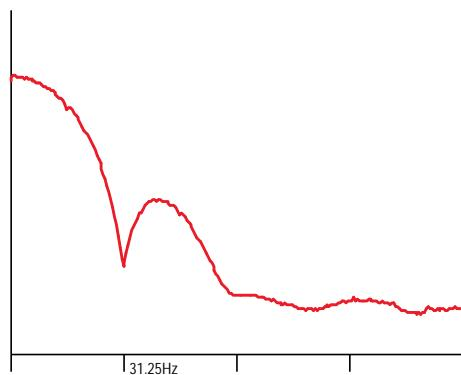

Bild 1. Spektrum des 31,25-Hz-Datensignals.
- Stecken Sie den PIC16F88 in das ausgeschaltete Entwicklungsboard und schließen Sie den PIC16F1827 wie in Bild 1 an.
Zur Taktrückgewinnung wird das Signal mit einer Frequenz von  $31,25 \text{ Hz} * 16 = 500 \text{ Hz}$  abgetastet. Auf ein Bit entfallen also 16 Samples. Man könnte nun einfach versuchen, aus dem Datensignal mit einer PLL den 31,25-Hz-Bit-Takt zu rekonstruieren. Das funktioniert aber so nicht. Den Grund hierfür erkennt man, wenn man sich das Spektrum des Signals in Bild 1 ansieht. Es ist nämlich gar keine Signalkomponente bei 31,25 Hz enthalten, auf welche die PLL einrasten könnte.